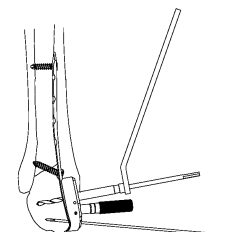

図 14-2
- ガイドブロックに 2.5 ドリルガイドを差し込み、2.5 ドリルにてドリリングすることも可能です。 (図 14-2)